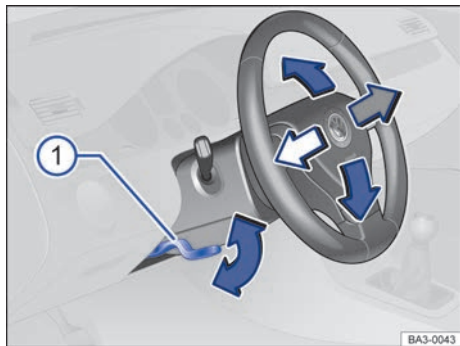

Fig. 60 Debajo y a la izquierda del volante junto con el revestimiento de la columna de dirección: palanca de ajuste de la posición del volante.
- Empujar la palanca → fig. 60 ① hacia abajo.